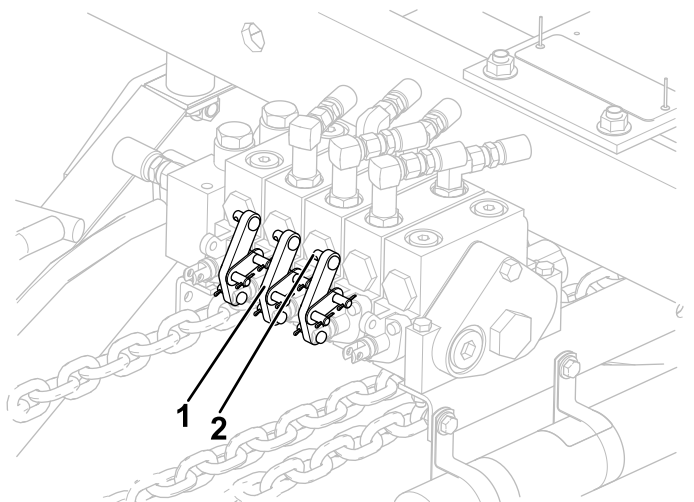
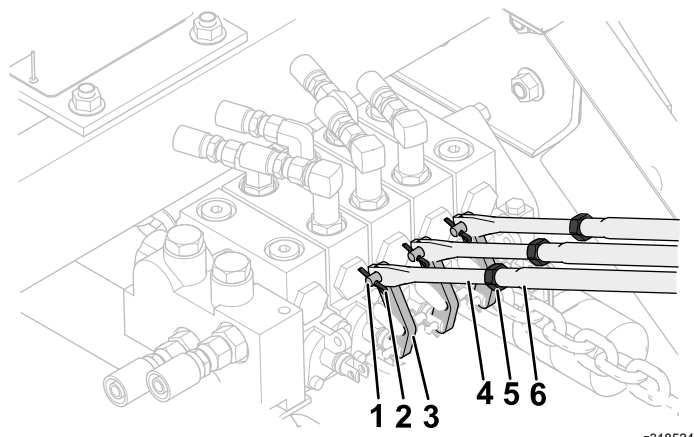

図 9
図 10
6. バルブスプールのレバー 図 9をバルブの方に軽く押し引きして、それぞれのレバーがニュートラル真ん中位置にあることを確認する。
8. 下側コントロールロッドそれぞれに六角ナット 7/16"を取り付ける 図 10。
10. 下側コントロールロッドを上側コントロールロッドに途中まで入れる 図 10。
11. 下側コントロールロッドの端にある穴 図 10 にコントロールバルブレバーの取り付けピンを通す 図 9。
13. コッターピンで、コントロールロッドをコントロールバルブレバーに固定する 図 10。
15. レバーの調整ができたなら、下側コントロールロッドの六角ナットを締め付ける 図 10。